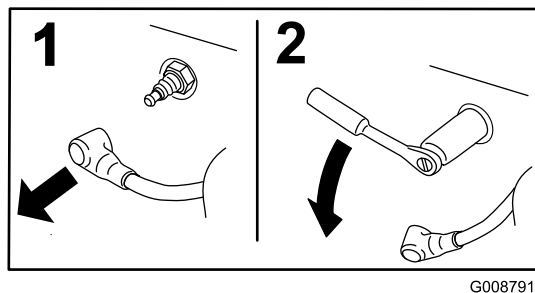

Figura 21
5. Scollegate il cappellotto da ogni candela (Figura 21).